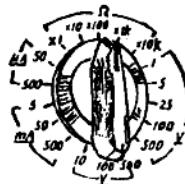

图 1-17 万用表量程开关
(2) 选择项目与量程:有的万用表有两个选择开关,其中一个选择项目(交流、直流、电阻等),另一个选择量程。大多数万用表是只用一个波段开关兼用于项目选择与量程选择的(图1-17)。测试前应弄清要测什么项目,再拨到对应的挡位上。拨错挡位很可能会损坏万用